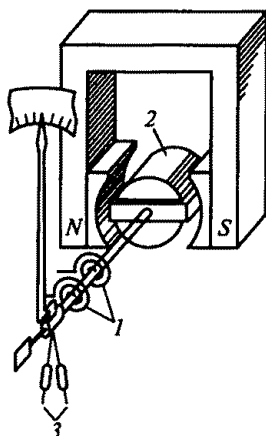

Рис. 164
5.9. Назначение какой части прибора магнитоэлектрической системы (рис. 164) указано неправильно?